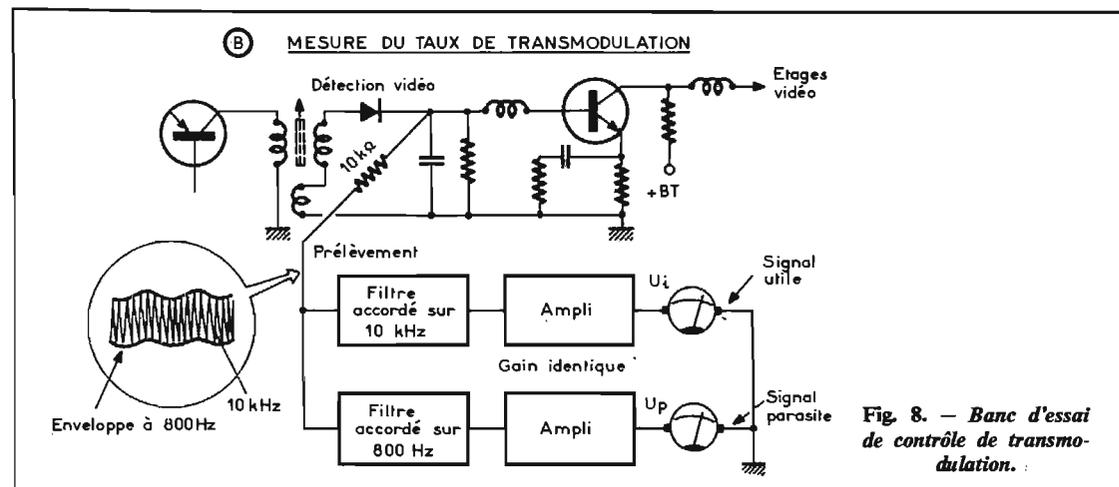

Fig. 8. — Banc d'essai de contrôle de transmodulation.
Cette transmodulation peut se mettre en évidence au moyen du montage de la figure 8. Le principe consiste en un mélange linéaire au moyen d'un T coaxial de deux sources de fréquence et d'amplitude très différentes (A). On utilise pour ce faire deux générateurs UHF ou VHF modulés à taux constant par des fréquences nettement dissemblables et non multiples entre-elles. Le mélange s'opère par l'intermédiaire d'atténuateurs qui séparent ainsi nettement les circuits des sources et adaptent aussi bien que possible les propres atténuateurs à piston des générateurs. Les fréquences BF sont arbitrairement choisies égales à 800 Hz pour le signal parasite et à 10 kHz pour le signal utile ; le second nécessite donc une modulation extérieure car il n'est généralement pas inclus dans l'appareil.